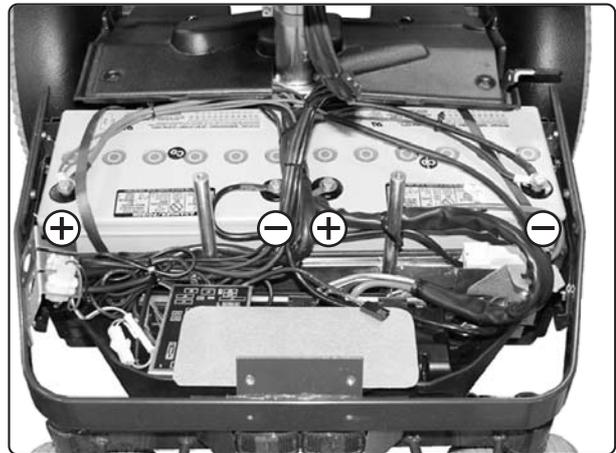

Abb. 10. Batterieanschlüsse
1. Setzen Sie die Batterien ein. Die Batteriepole müssen nach hinten zeigen, siehe Abb. 10.